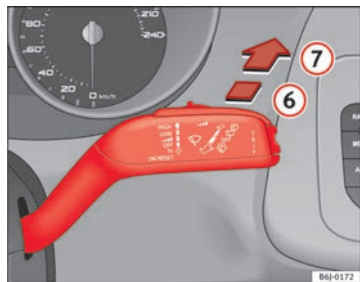

Fig. 66 Palanca del limpiavacristales: limpiavacristales: limpiavacristales
- Presione la palanca hacia delante hasta el encastre ⑥ ⇒ fig. 66. El limpiavacristales debe accionarse en intervalos de 6 segundos.
- Presione la palanca completamente hacia delante hasta la posición ⑦ ⇒ fig. 66. El limpia y el lavaluneta funcionan simultáneamente. El lavaluneta seguirá funcionando mientras mantenga la palanca en esta posición.